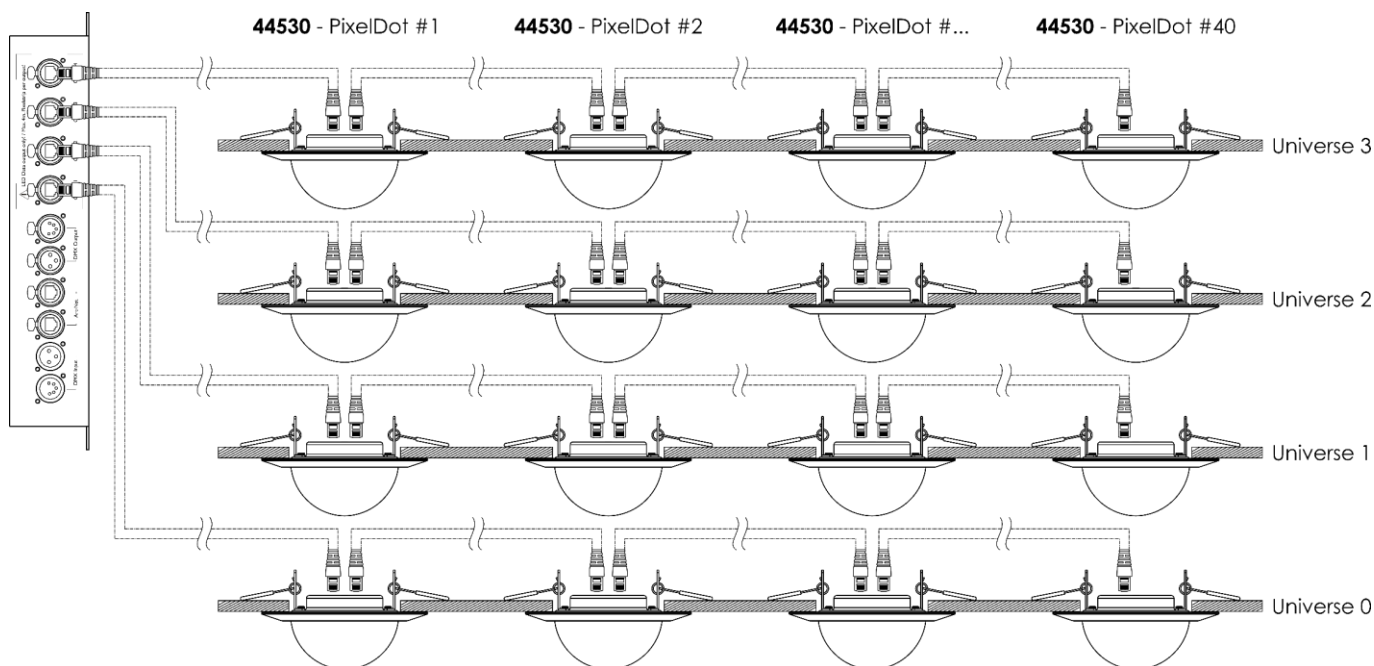

Fig. 07
Collegare la porta di uscita del Pixel Controller al **connettore di ingresso RJ45 (03)** del Pixel Dot con un cavo CAT (max. 10 m). Per ulteriori informazioni sul collegamento dell'alimentazione, cfr. la Fig. 07 a pagina 10 e consultare il manuale d'uso del Pixel Controller (44510).
- 04) Ripetere il punto 3 per collegare fino a 40 Pixel Dot per uscita, come illustrato nella Fig. 07 a pagina 10.